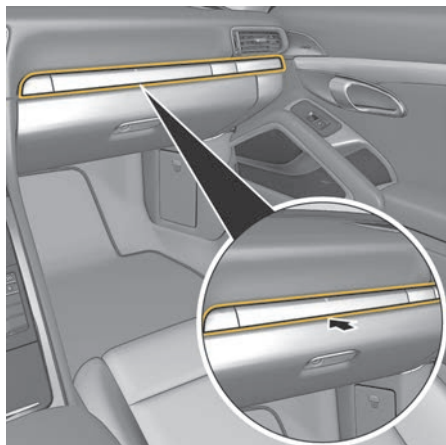

Fig. 168 : Porte-boissons
1. Appuyez sur le cache (fig. 168). Le cache s'ouvre.